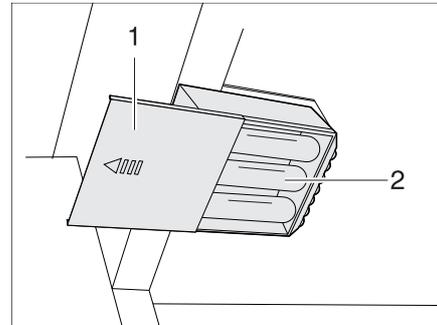

Bild 291 Kleiderschrankleuchte mit LED, Batteriefach geöffnet
- Die Batterien (Bild 291,2) dem Batteriehalter entnehmen.
- Neue Batterien (Bild 291,2) gleichen Typs polrichtig (+/-) einsetzen.
- Deckel (Bild 291,1) wieder aufschieben.